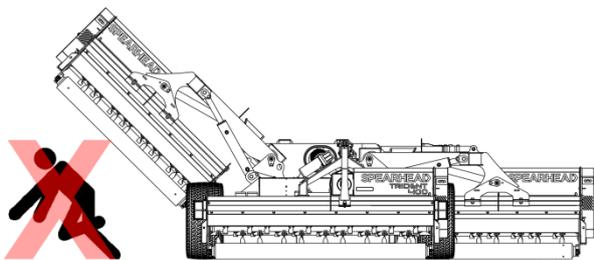

Abbildung 5.52
5.6.2.1 Räumen Sie den Bereich von Personen, bevor Sie die Seitenmäherwerke absenken, siehe Abbildung 5.52.